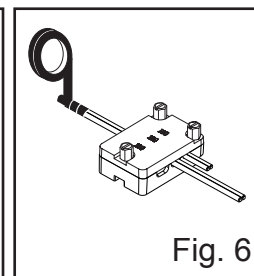

Fig. 6
4. **Sólo para la última lámpara:** corte el cable para jardín con un cortacables y envuelva el extremo con cinta aislante. (Fig. 6)